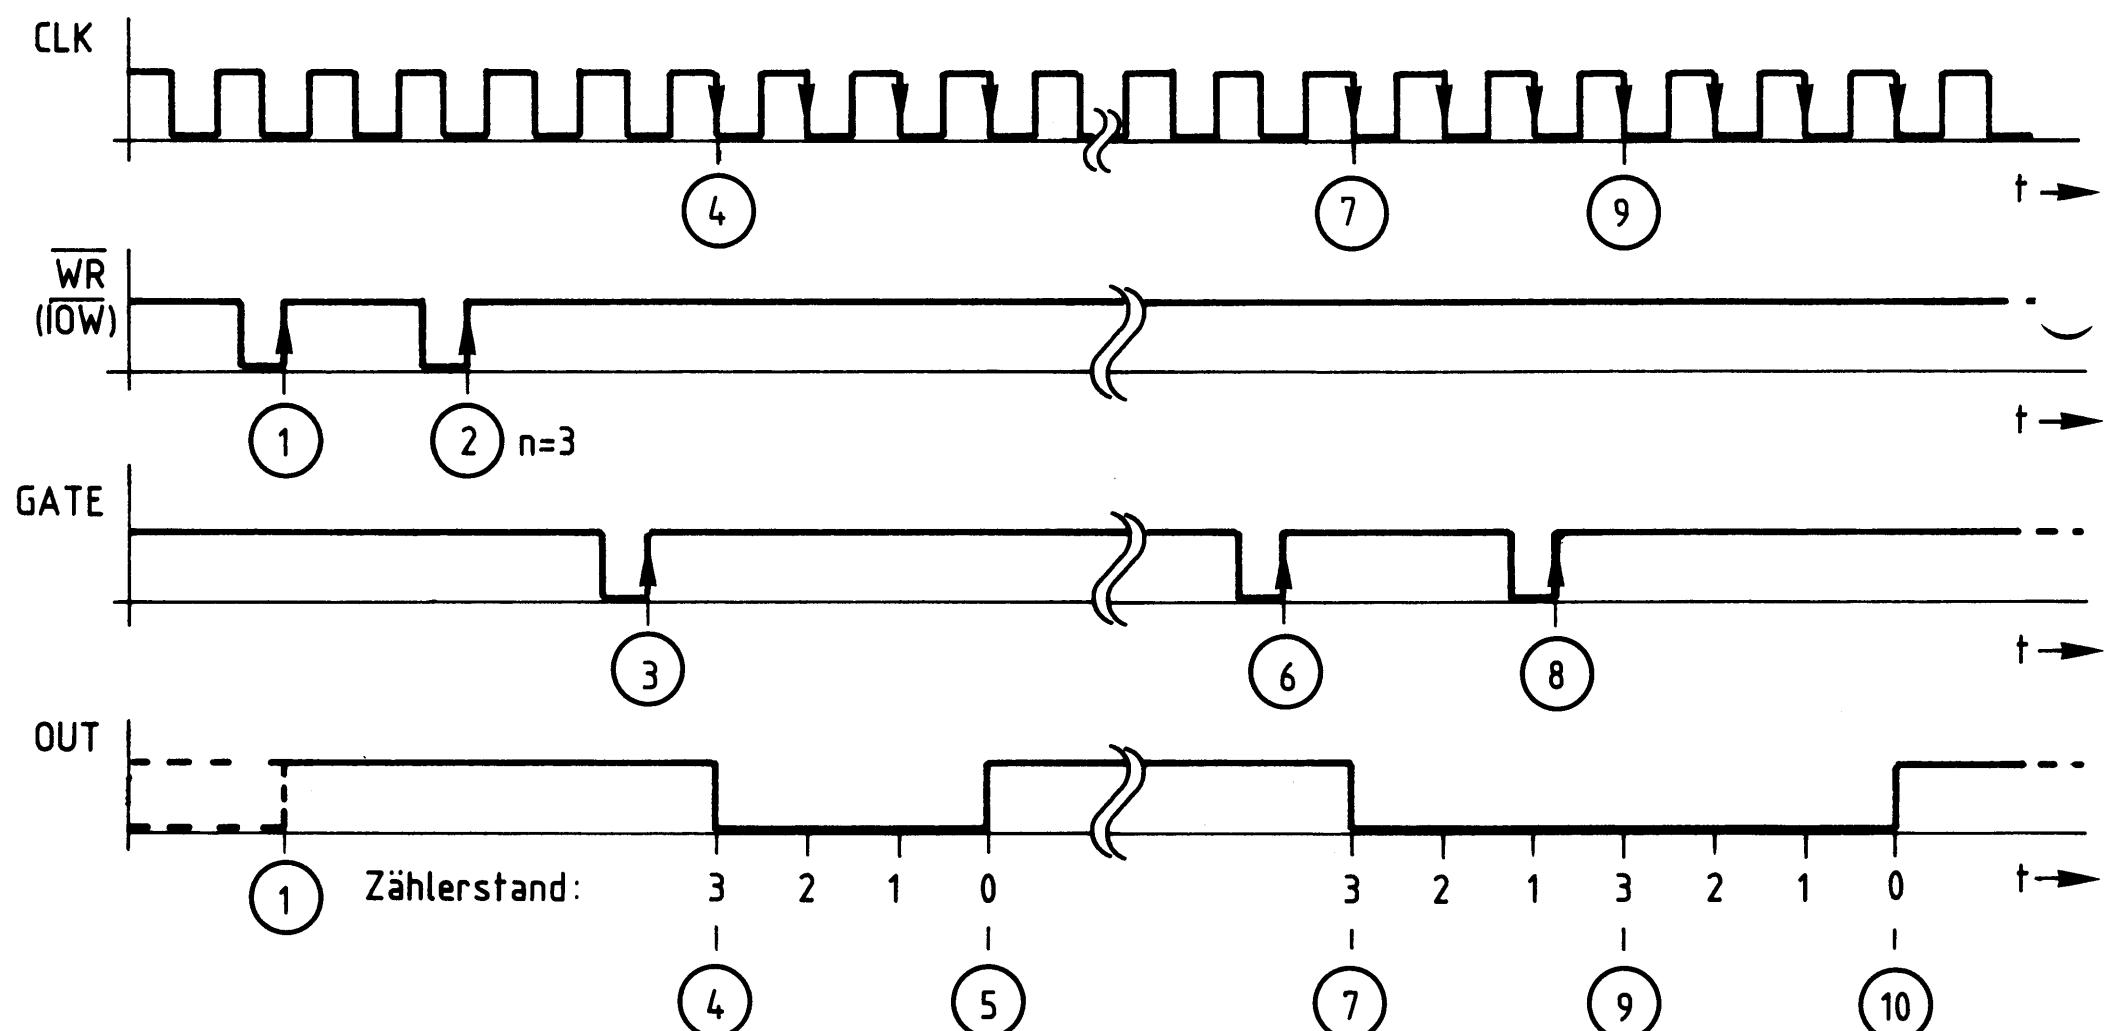

Bild 17: Impulsdigramm zur Betriebsart 1
Bild 17 zeigt die wichtigsten Zusammenhänge der Betriebsart 1 im Impulsdia-gramm.
Erläuterungen zu Bild 17:
- (1) Mit der positiven Flanke des WRITE-Signals ("IOW") wird das Steuerwort für die Betriebsart 1 in das Steuerwort-Register des Bausteins geschrieben. Der Ausgang "OUT" führt nun H-Signal, der Zähler arbeitet jedoch noch nicht.
- (2) Nun wird der Zähleranfangswert mit einem oder mit zwei Schreibzyklen (je nach Definition lt. Bild 9) in das Zwischenregister geladen. In Bild 17 wird der Wert "3" mit einem Zyklus geladen. Die Zählung beginnt jedoch noch nicht.
- (3) Erst eine positive Signalfalte am GATE-Anschluß triggert die Schaltung bzw. löst das Zählen aus.
- (4) Durch den nächsten Takt erfolgt die Übernahme des Zähleranfangswertes vom Zwischenregister in das Zählregister. Die Zählung beginnt. Mit jedem weiteren Takt verringert sich der Zählerstand um den Wert "1".
- (5) Drei Takte nach der Zählerübernahme ist der Zählerstand "0" erreicht, und "OUT" nimmt H-Pegel an. Hierdurch meldet der Zähler, daß er seine Arbeit beendet hat. "OUT" führt nun solange H-Pegel, bis die Monostabile Kippstufe erneut getriggert wird.
- (6) Nach einer beliebigen Zeit trifft wieder eine neue positive Signalfalte am GATE-Anschluß ein.
- (7) Durch Übernahme des Zähleranfangswertes in den Zähler beginnt der Zählvorgang erneut.
- (8) Während des Zählens wird die Stufe nachgetriggert.
- (9) Der Zähler wird durch das Nachtriggern wieder mit seinem Anfangswert geladen und beginnt von vorn zu zählen.
- (10) Nach weiteren drei Takten hat der Zähler den Stand "0" erreicht und nimmt an "OUT" H-Signal an. Der Zählvorgang wurde durch die Nachtriggerung um den Zeitabschnitt von (7) bis (9) verlängert.